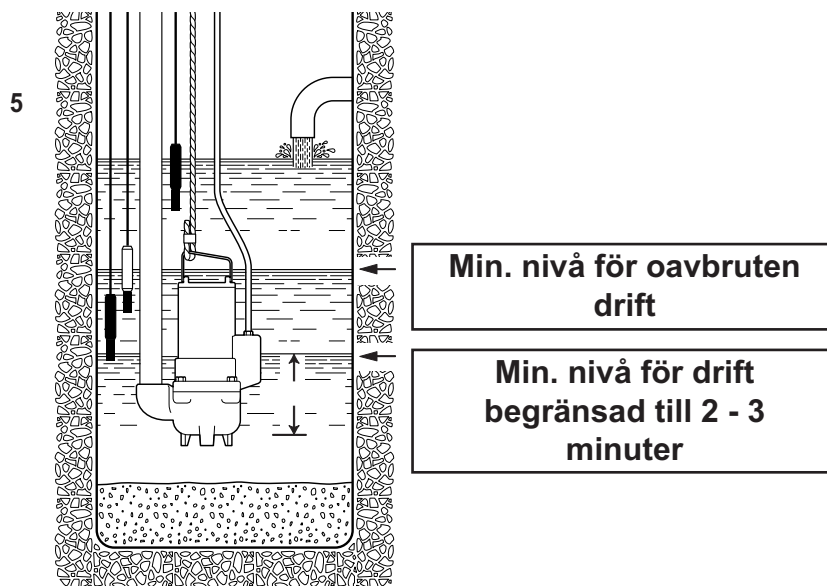
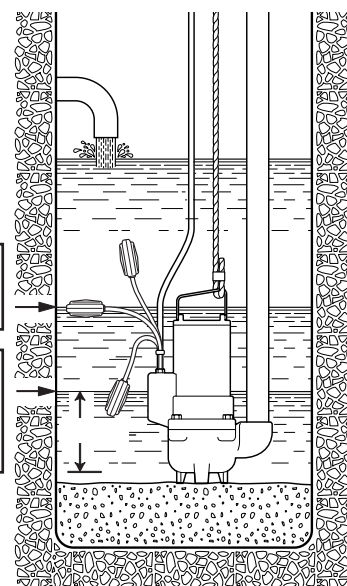

Fig. 3
Fig. 4
- Mobil installation med elpumpen placerad på brunnen eller karetets botten (fig. 4) eller upphängd i en vajer eller kedja av motståndskraftigt material som är förankrad vid handtaget eller stödkroken (fig. 3).